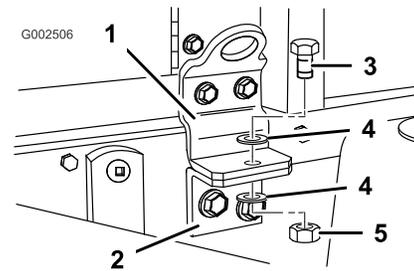

Figura 44
3. Retire los pernos de seguridad de la parte delantera del patín (Figura 44).